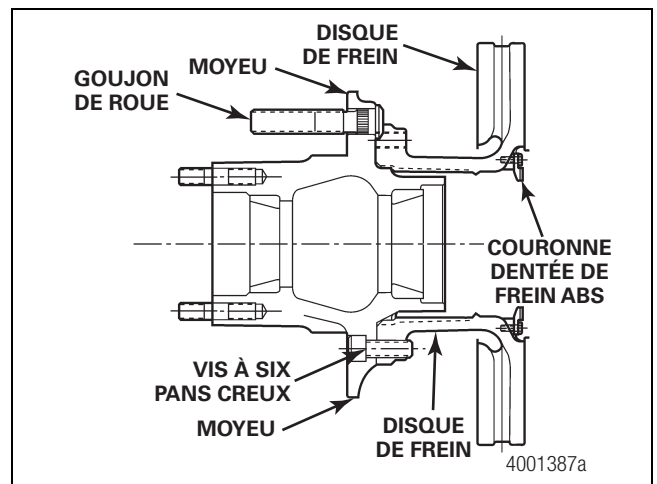

Figure 3.13
2. S'il faut déposer le disque de frein, retirer les 10 vis d'assemblage à six pans creux fixant le disque au moyeu. Séparer le disque de frein du moyeu. Figure 3.13.